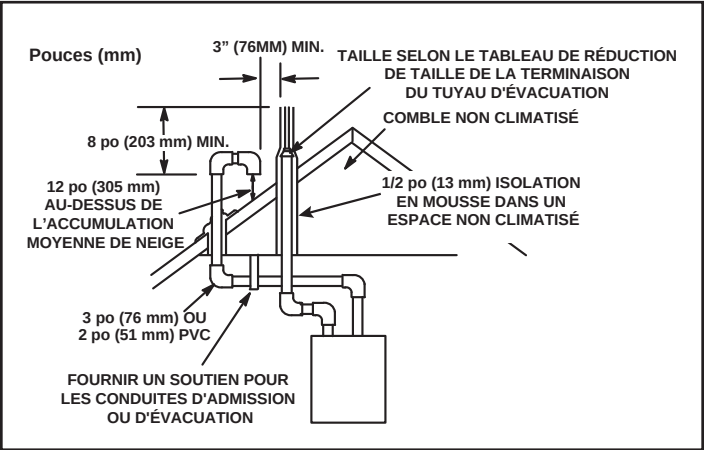

Figure 28. Terminaison de toit à ventilation directe (15F75 or 44J41)
- 3. Sur les terminaisons de toit, la tuyauterie d'admission doit se terminer directement vers le bas à l'aide de deux coudes à 90° (Figure 28).